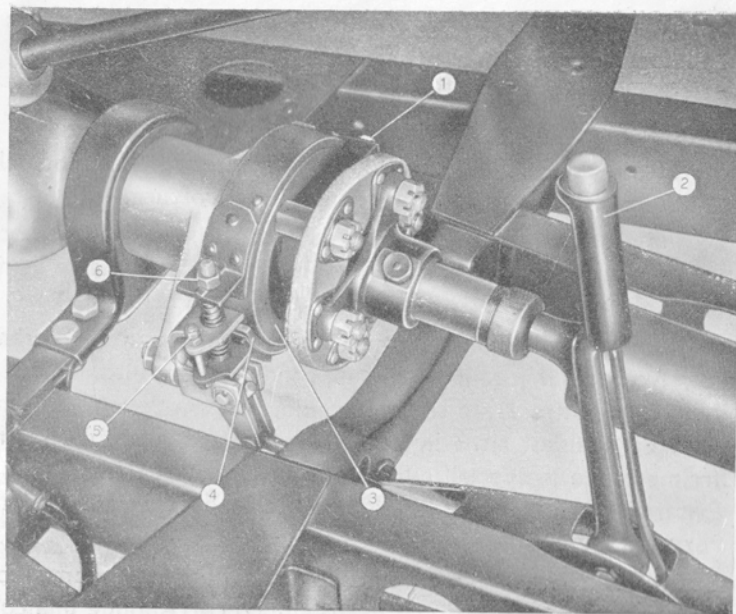

Fig. 40. - Freno sulla trasmissione.
**Ogni 3000 km:** Verificare che il giuoco tra la puleggia ed il nastro frenante sia di circa 0,5 mm. Se tale giuoco risultasse diverso occorre agire prima sulla vite (1, fig. 40) che avvicina la mezzeria del nastro alla puleggia, poi sui dadi (5 e 6, fig. 40) dei tiranti disposti alle estremità del nastro stesso.